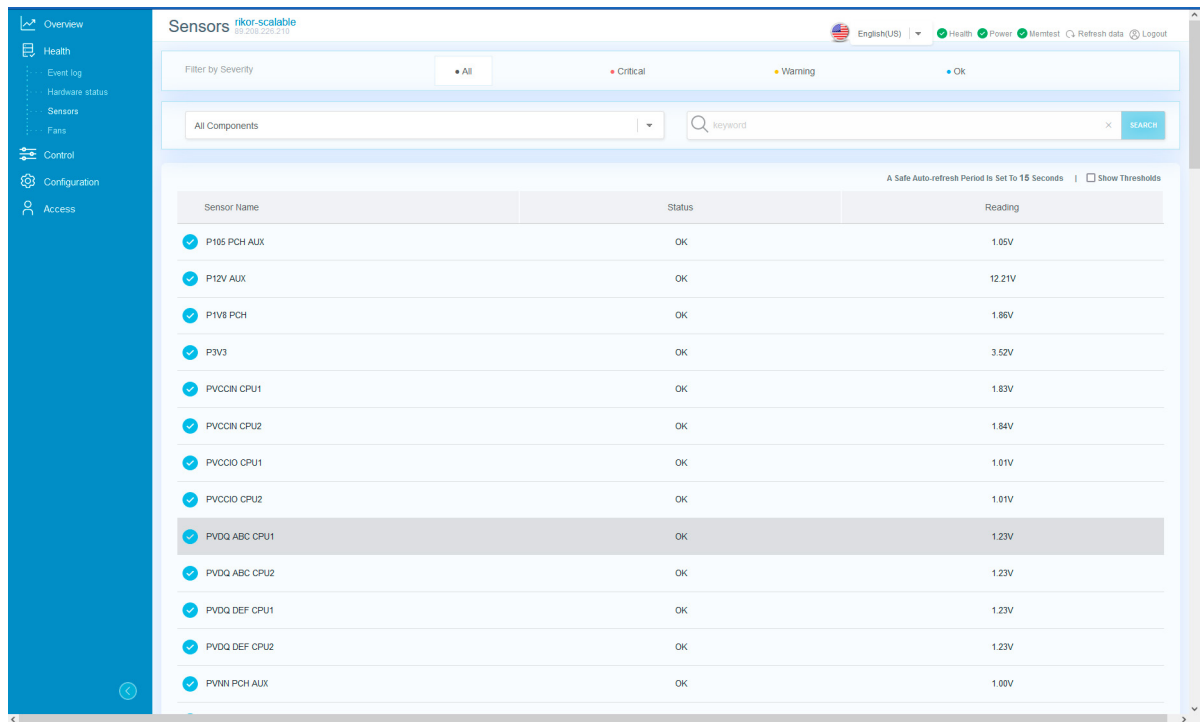

Рис. 66. Окно «Sensors»
4) Пройдите во вкладку «Health» → «Sensors» в данной вкладке отображается информация по датчикам установленным в сервере. В поле «Filter by Severity» произведите фильтрацию по степени серьезности события. В раскрывающемся списке выберете компонент сервера где хотите просмотреть состояния датчиков. В поле поиска произведите фильтрацию по ключевым словам датчиков. Окно показано на рис. 66 Окно «Sensors»